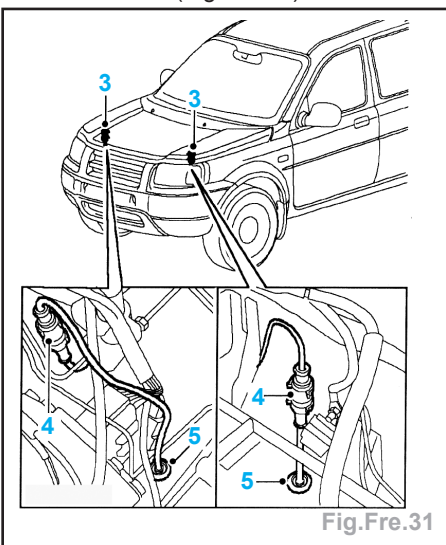

Fig.Fre.31
- Trouver la fiche (3) multibroches du faisceau du capteur sur la bajoue d'aile inférieure D ou G (Fig.Fre.31).